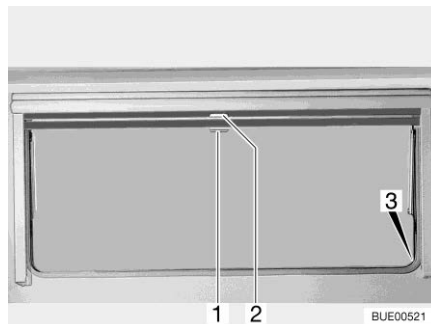

Bild 101 Överkantshängt fönster
- Drag ned mörklägningsrullgardinen med handtaget (Bild 101,2). När mörklägningsrullgardinen dras ned helt fäster man det man i spärrarna (Bild 101,3) på båda sidorna på fönsterkarmen.
- När mörkläggningsrullgardinen är helt neddragen: Tryck ned handtaget (Bild 101,2) och drag det något inåt. Nu kan man ta loss mörkläggningsrullgardinen ur spärrarna på båda sidorna av fönsterkarmen.
- När mörkläggningsrullgardinen inte är helt neddragen: Drag handtaget (Bild 101,2) lätt nedåt tills spärren släpper.
- Drag ner insektsnätet med handtaget (Bild 101,1) och fäst det i spärrarna (Bild 101,3) på båda sidorna av fönsterkarmen.
- Tryck ned handtaget (Bild 101,1) och drag det något inåt. Lossa insektsnätet ur spärrarna på båda sidorna av fönsterkarmen.